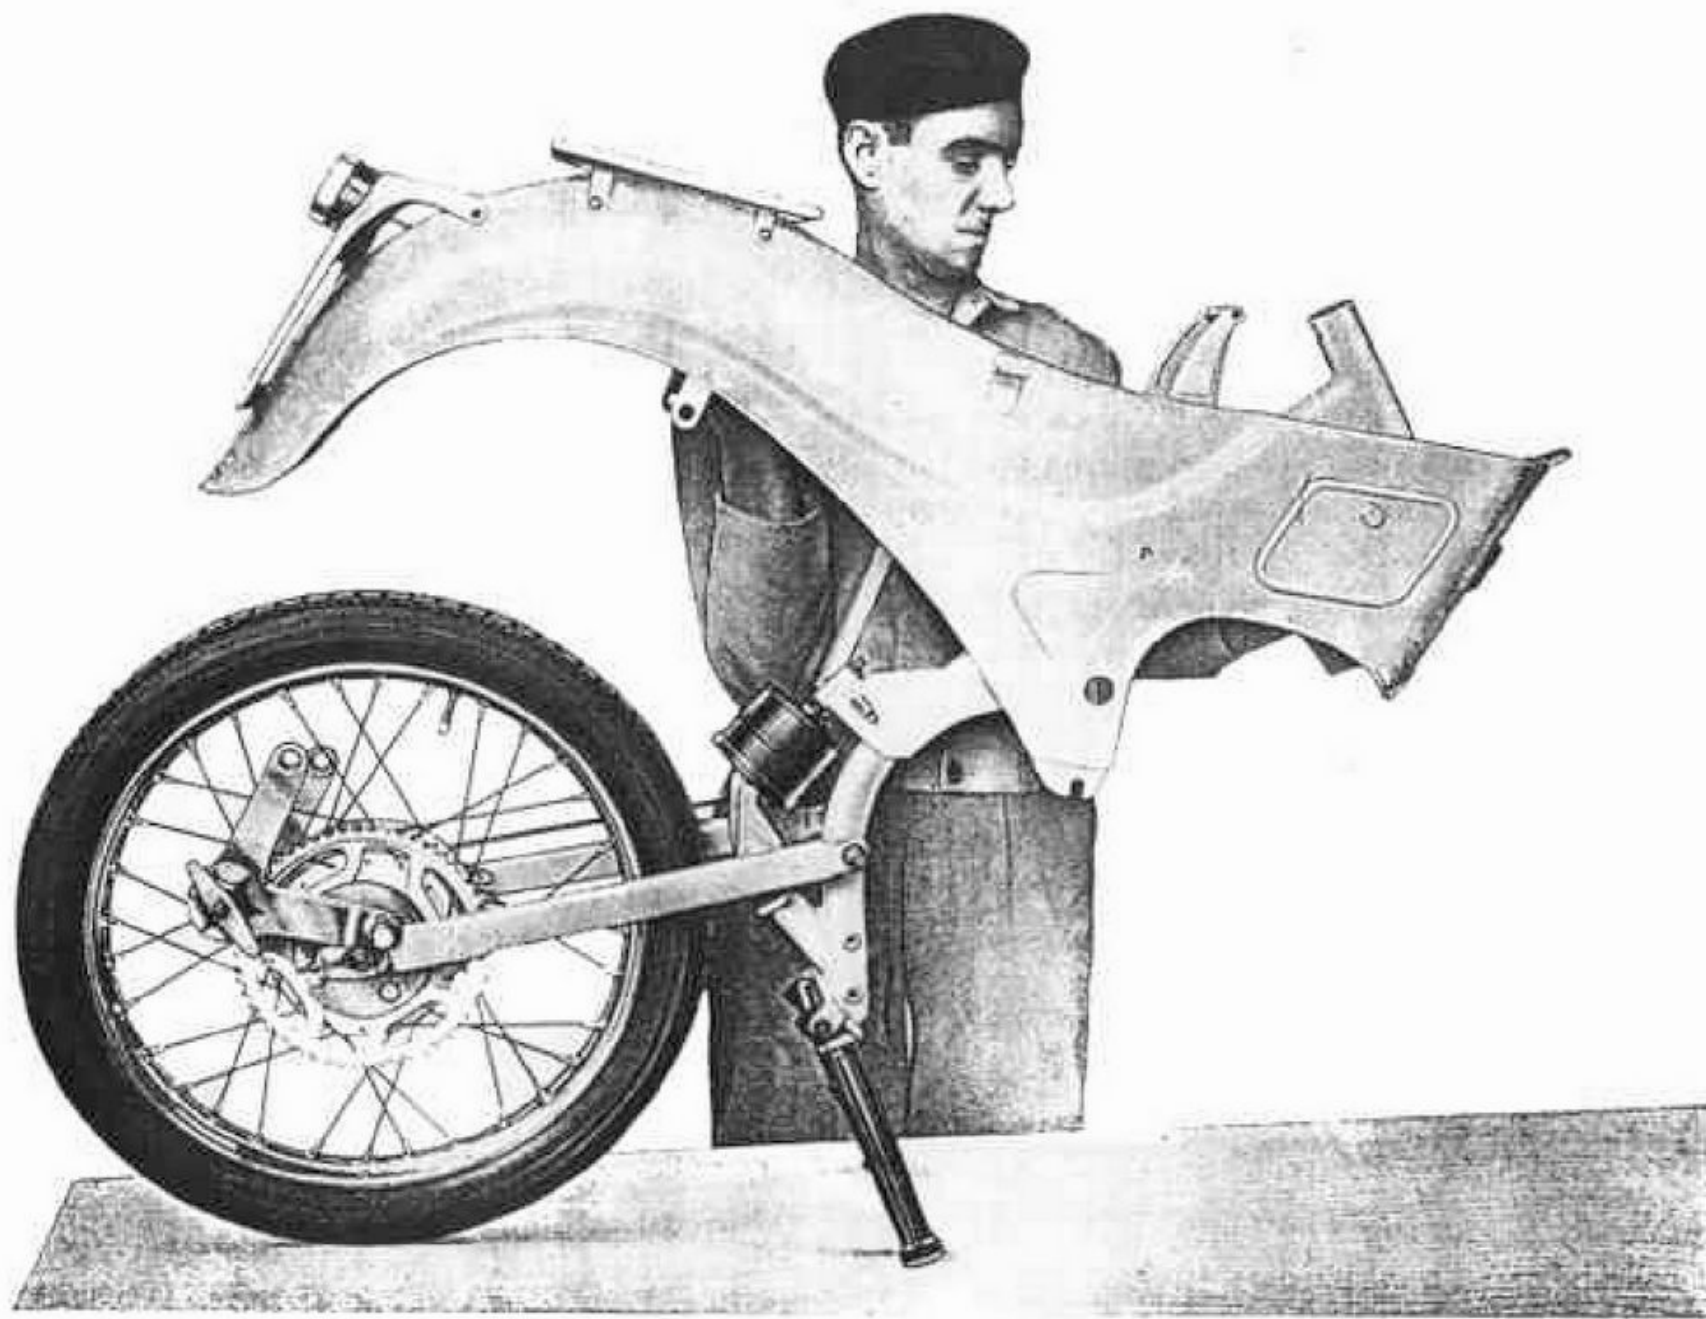

Fig. 27 - Come si sfilava dal telaio la carrozzeria
- la carrozzeria, staccando sulla parte superiore degli ammortizzatori i pomoli di tenuta grasso, i dadi e i rispettivi bulloni con chiave da 22, il bullone che attacca la parte anteriore della carrozzeria al telaio con chiave a tubo da 14 e i due bulloni pure con chiave da 14 sulla parte centrale (destra e sinistra). Dopo di questo, sfilare la carrozzeria dalla parte anteriore del telaio come è dimostrato a fig. 27;